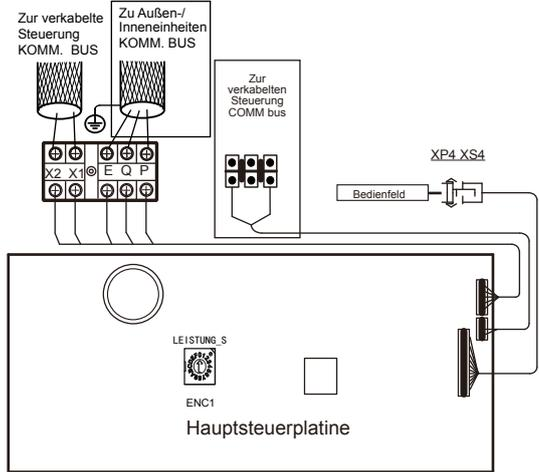

Abb. 6.10
- Die Anschlüsse X1, X2, D1, D2 an den Seiten der Hauptsteuerplatine und der unidirektionale Kommunikationsanschluss (auf der Anzeigeplatinenseite) sind für verschiedene verkabelten Steuerungen vorgesehen (siehe Abb. 6.10)